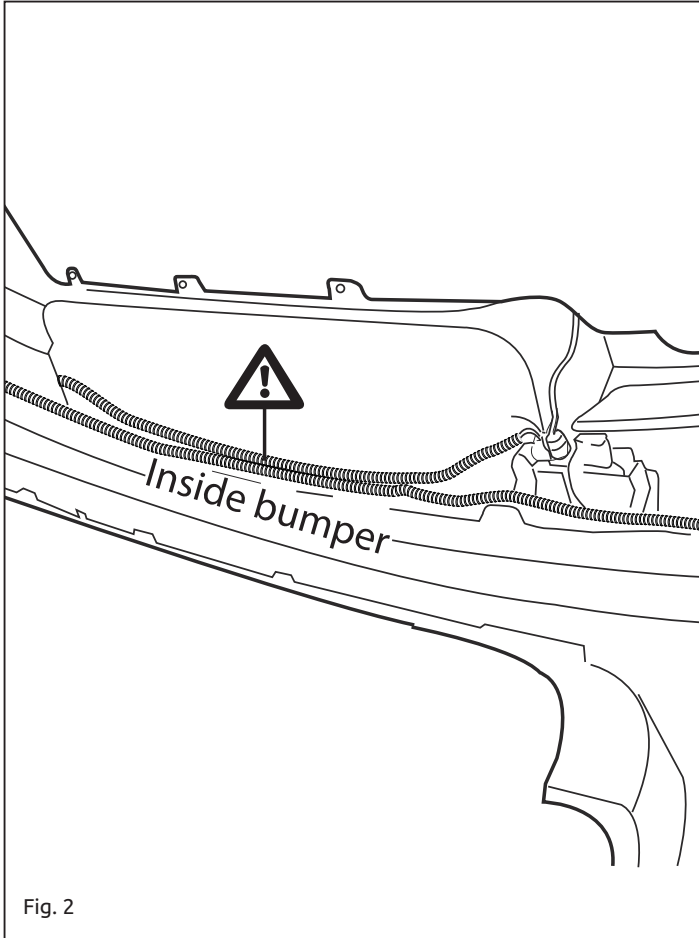

Fig. 2
9. **Внимание!** При монтаже деталей буксирного крюка следите за тем, чтобы не были повреждены имеющиеся провода. См. рисунок 2.